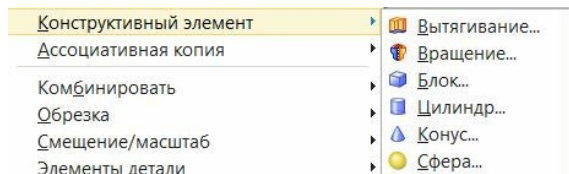

рис.1
- Так называемых БЭФов немного: *блок, конус, цилиндр, сфера*. Команды построения всех этих тел в системе NX сосредоточены в отдельной группе в падающем меню «Вставить\Конструктивный элемент» (рис.1).